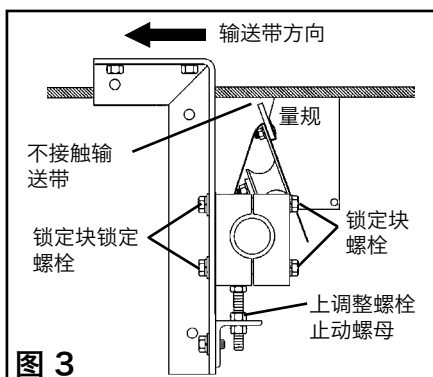

图 3
3. **设置刀头角度。** 使用所配角度量规，将刀头旋转至预设角度（图 3）并拧紧各锁定块螺栓锁定固定杆。